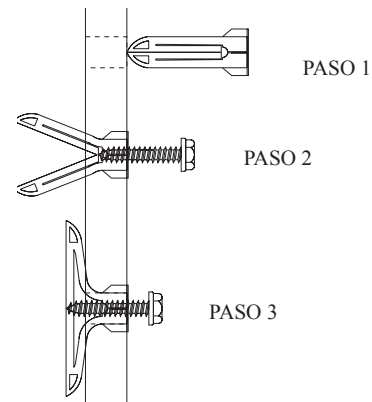

Figura 2
3. Después de localizar los agujeros de ensamblaje, perfora (2) agujeros de 5/16" de diámetro en la pared. Inserte los (2) escudetes de expansión plástica. Inserte los (2) tornillos de 10 x 1-1/2" (soplidos en el juego de ferretería del Ventilador) en los (2) escudetes de expansión plástica. No apriete totalmente la cabeza de los tornillos a los escudetes de expansión plástica, deje un espacio de 7/16" entre la cabeza de los tornillos y los escudetes de expansión plástica. Referirse a la Figura 2.
4. En la parte superior de la carcasa exterior remueva (1) tornillo del agujero del espacio libre que une la carcasa exterior al ensamblaje del cabezera. También remueva los (2) tornillos que fijan la parte inferior de la carcasa exterior a la carcasa interior.
6. Remueva los (4) tornillos de 8 x 3/8" que fijan la parte frontal del ventilador a la envoltura del ventilador.
7. Después de localizar los agujeros de ensamblaje, perfora (2) agujeros de 5/16" de diámetro en la pared. Inserte los (2) escudetes de expansión plástica. Inserte los (2) tornillos de 10 x 1-1/2" (soplidos en el juego de ferretería del Ventilador) en los (2) escudetes de expansión plástica. No apriete totalmente la cabeza de los tornillos a los escudetes de expansión plástica, deje un espacio de 7/16" entre la cabeza de los tornillos y los escudetes de expansión plástica. Referirse a la Figura 2.